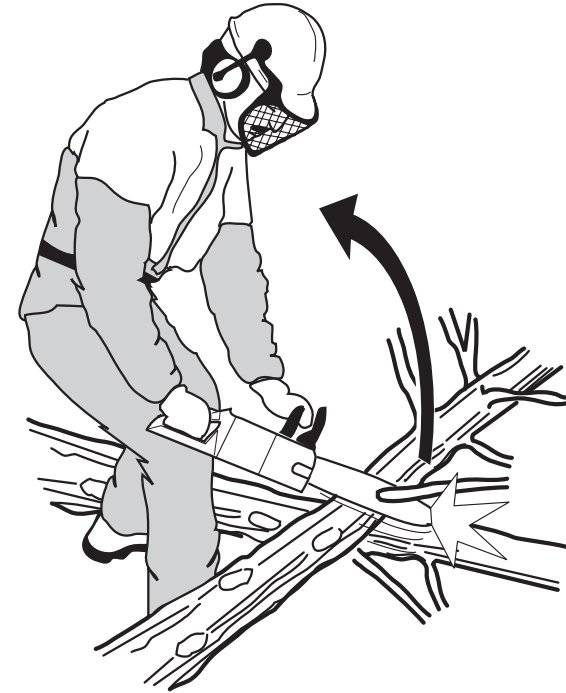

Рисунок 2 — Опасность при обрезке мелких ветвей
- Будьте особенно внимательны при обрезке мелких ветвей (см. рис. 2) и избегайте валки кустов или одновременной обрезки множества мелких веток. Мелкие ветки могут застрять в цепи пильной, вызвать сильный рывок и привести к серьезным травмам. Мы рекомендуем ограничить диаметр дерева до длины